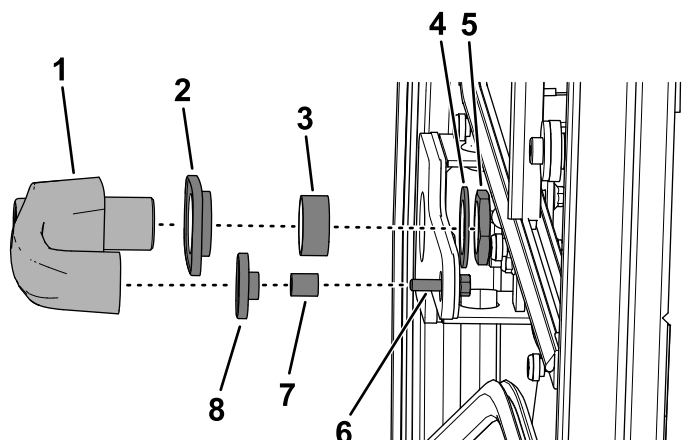

Рисунок 2
3. Выверните крепежную гайку, шайбу, винт с фланцевой головкой (6 x 25 мм), снимите 2 проставки и 2 втулки с дверной ручки и снимите дверную ручку (Рисунок 2).